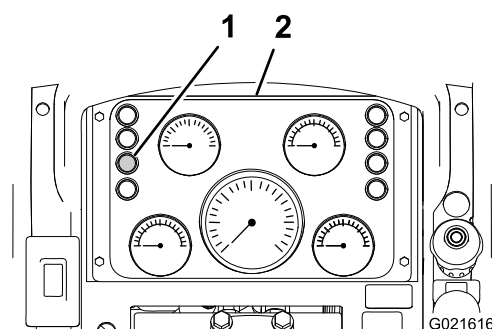

Figure 47
2. Vérifiez le témoin lumineux de restriction de filtre à air sur le tableau de bord (Figure 47).